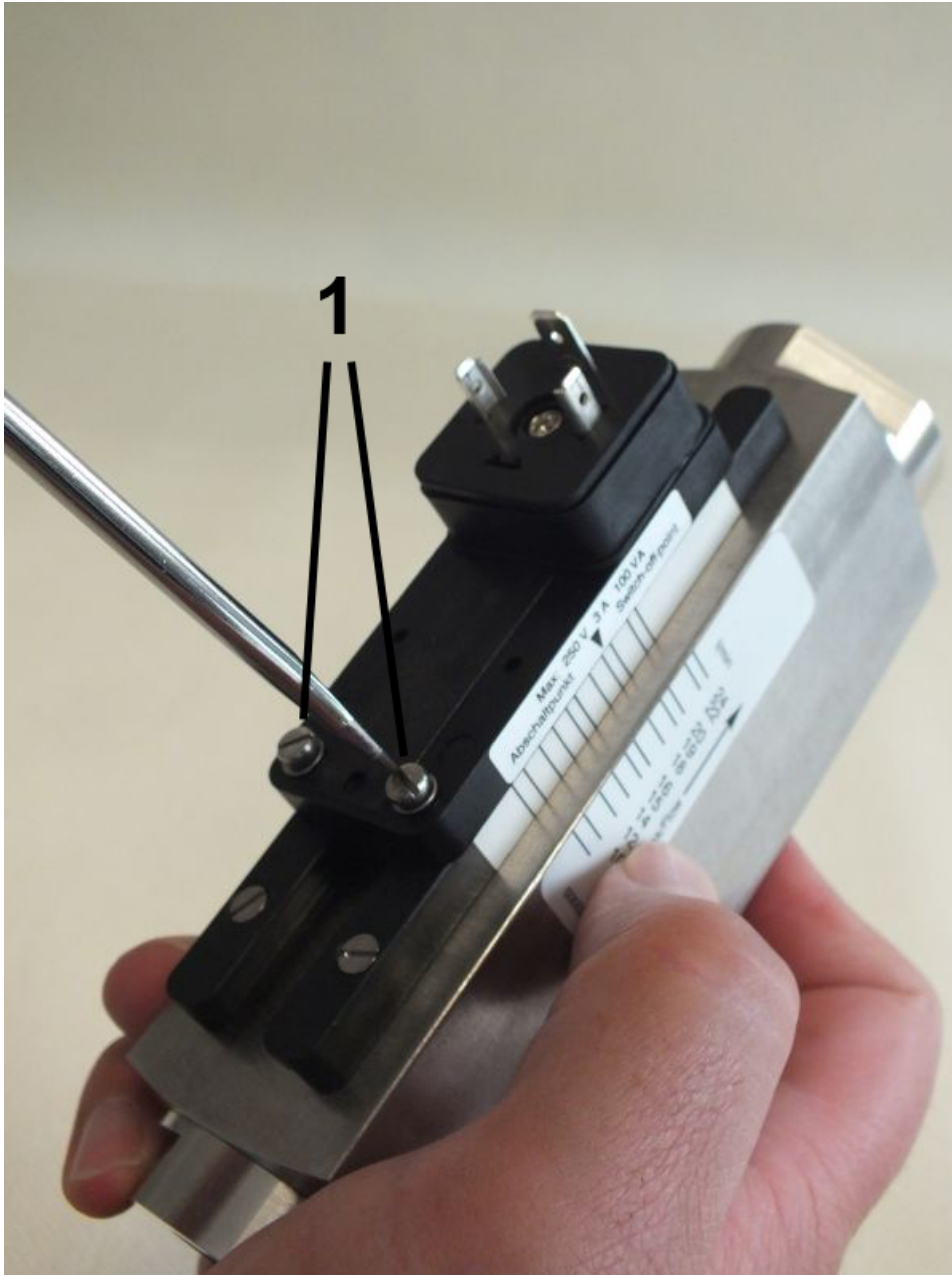

Abb. 80: Feststellschrauben lösen
3. Feststellschrauben (Abb. 80/1) des Schaltkontaktes mit einem Schlitzschraubendreher so weit lösen, dass er sich frei verschieben lässt
11. ➤ Feststellschrauben (Abb. 80/1) wieder festdrehen, dabei Anziehdrehmoment einhalten (→ Kapitel 11.1 „Anziehdrehmomente“ auf Seite 105)